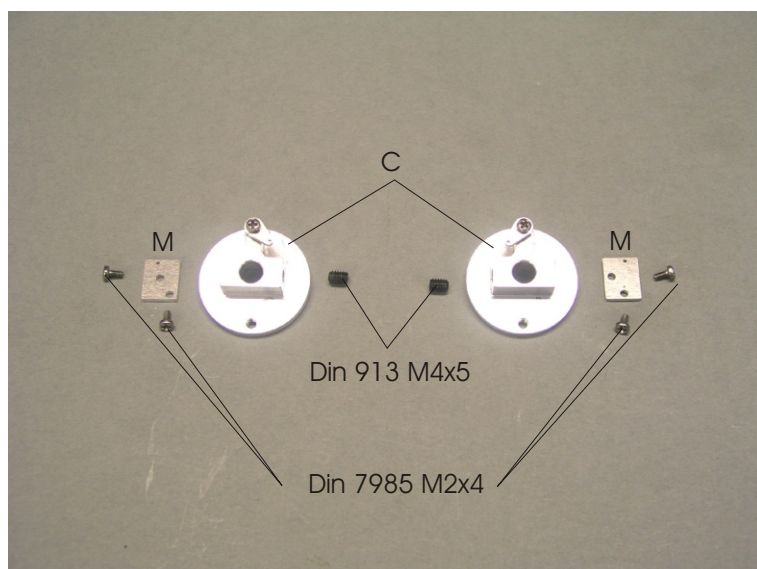

Bild 3
Für die Montage der Bremsankerplatte (C) benötigen sie die in Bild 3 gezeigten Teile.